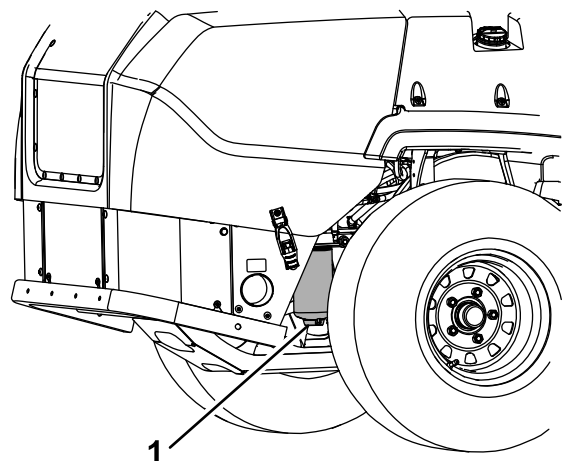

Figura 45
- Abra o tampão de drenagem no separador de água aproximadamente 1 volta para permitir que a água e outros contaminantes drenem (Figura 45).